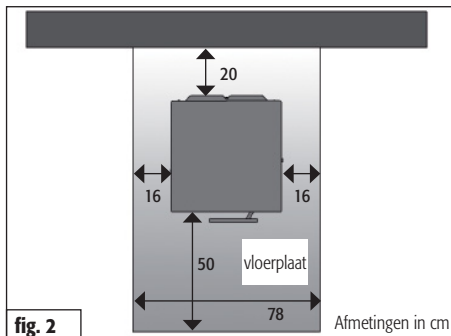

fig. 2
**De vloerplaat moet vooraan minstens 50 cm en langs de zijkanten minstens 16 cm onder de kachel uitkomen (fig. 2).**